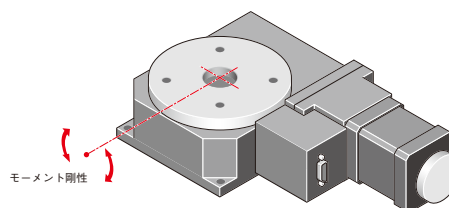

図3-16-3 モーメント剛性
3.16-3 回転ステージのモーメント剛性[図3-16-3]